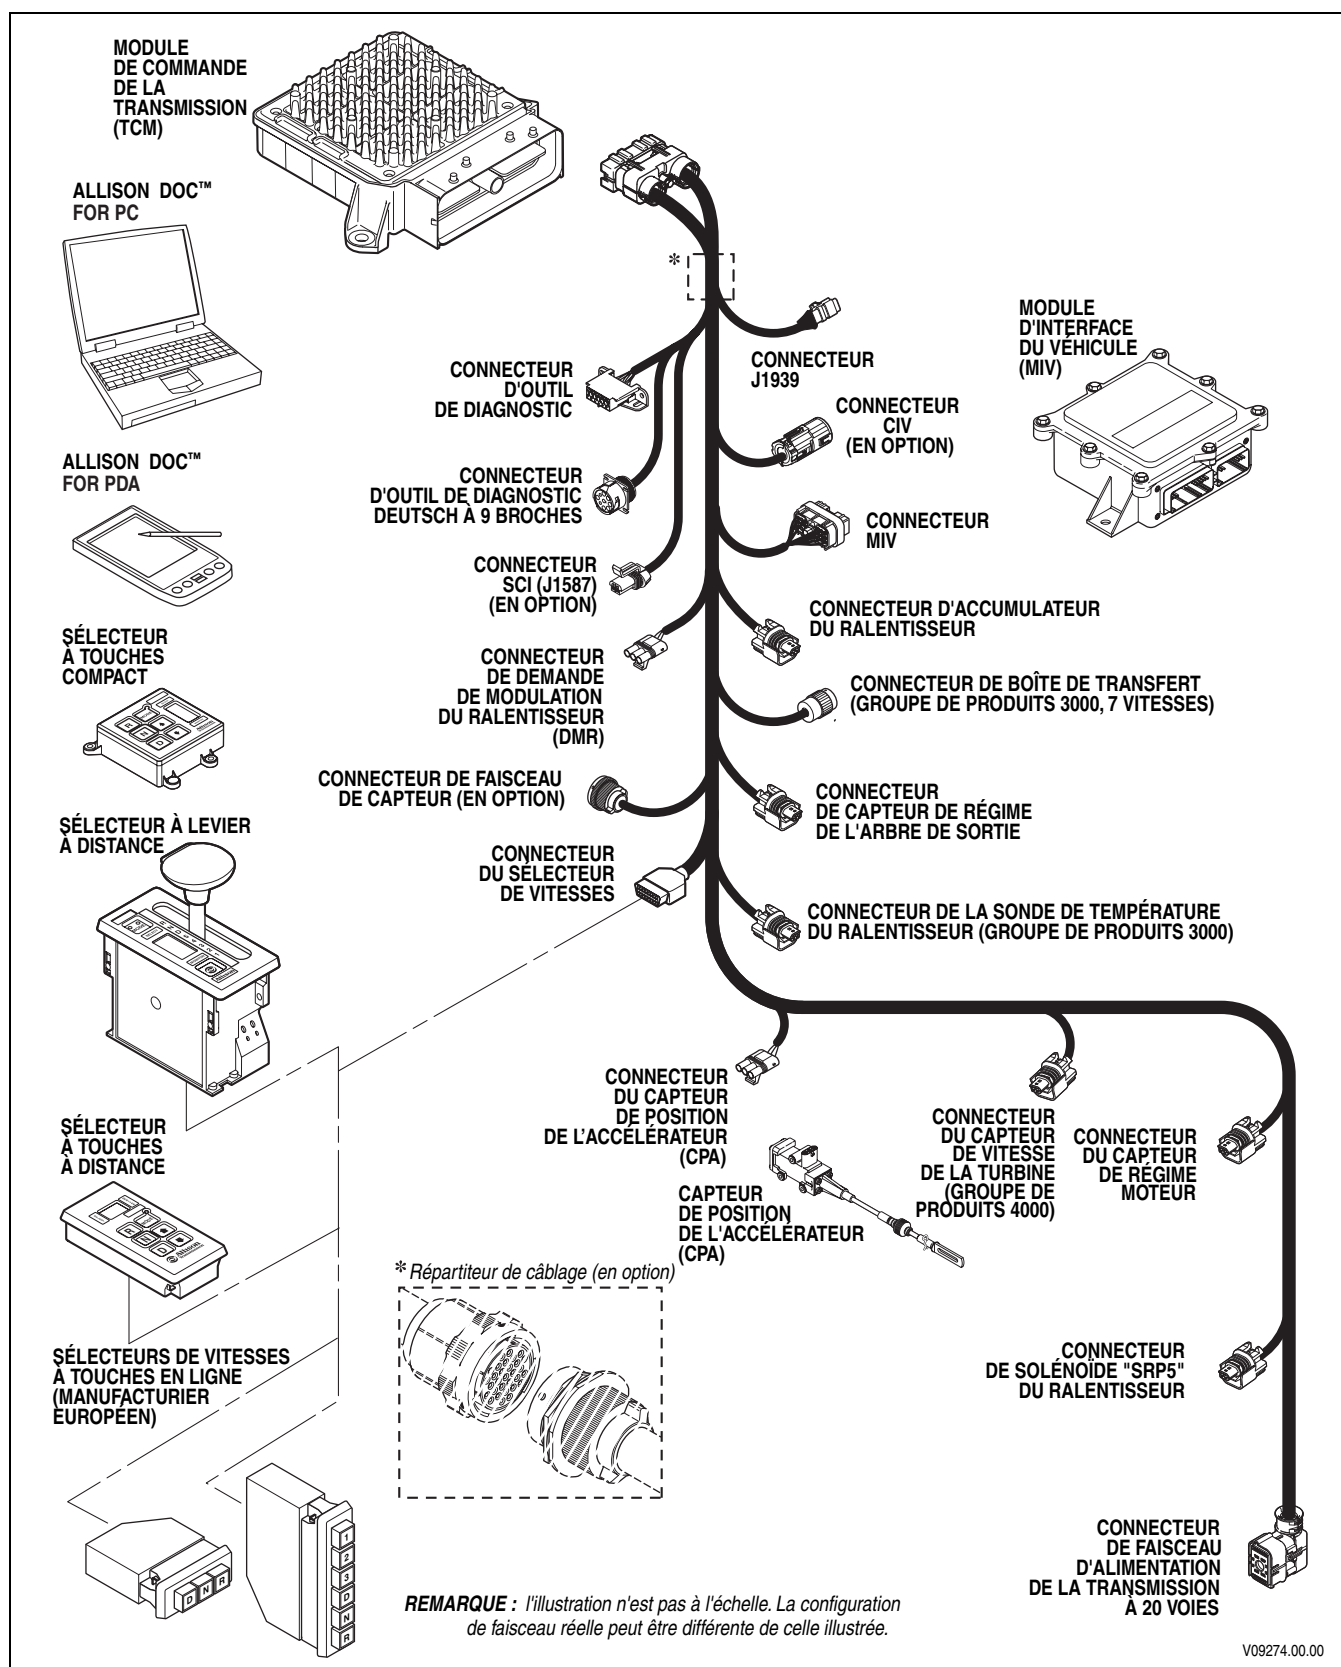

Figure 1-9. Faisceaux de fils externes types pour commandes électroniques 4^{ème} génération
A. Faisceau de fils externe (Figure 1-9)